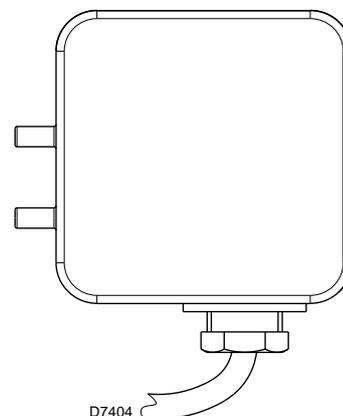

Abb. 21
- Stellen Sie den Luftdruckwächter (Abb. 21) auf den Skalenanfangswert ein.
Führen Sie die Einstellung des Luftdruckwächters (Abb. 21) aus, nachdem alle anderen Einstellungen des Brenners bei auf den Skalenanfang eingestellten Luftdruckwächter vorgenommen wurden.